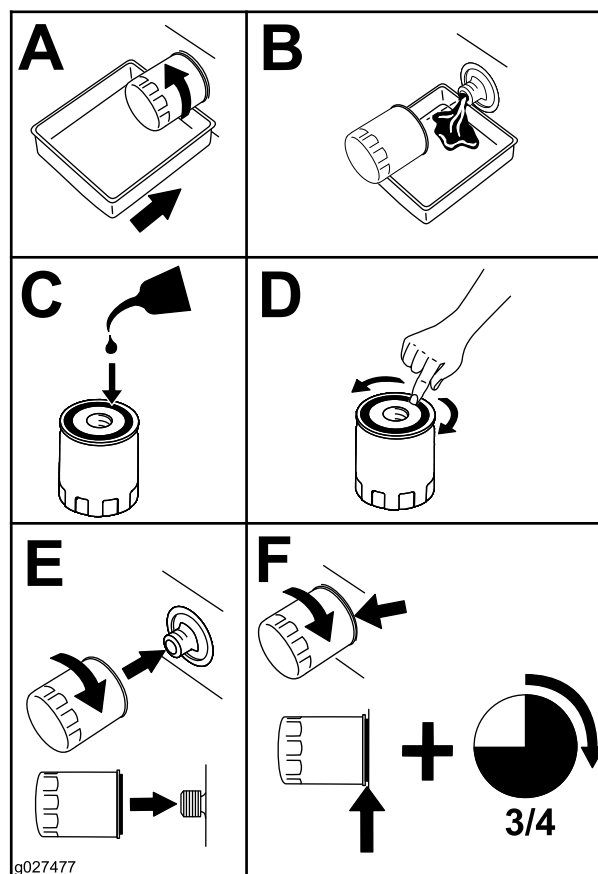

Figura 55
2. Sustituya el filtro de aceite del motor (Figura 55).